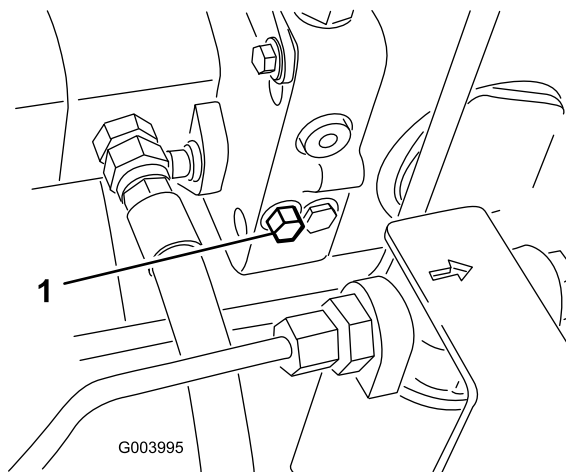

図 45
1. バイパスバルブはไฮドロスタットの左側にある (図 45)。バイパスバルブを右または左1～1.5回転させると内部でバイパスが形成される。これにより、トランスミッションを破損することなく、機械を押して低速で移動できるようになる。